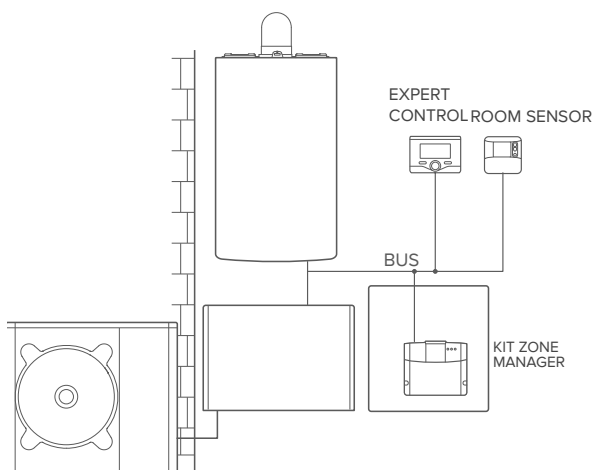

рис. 9
Активация служб ТД и ТК в гибридной системе с не более чем 2 гидравлическими контурами, управление которой осуществляют устройства, подключенные по шине (рис. 9)
3. Лёгким нажатием установите крышку (рис. 9).